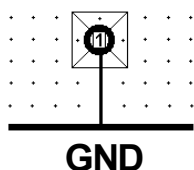

Рис. 24
4. Удалить атрибут Type, повернуть атрибут RefDes на 90 градусов переместить его в центр символа и погасить (рис. 24).